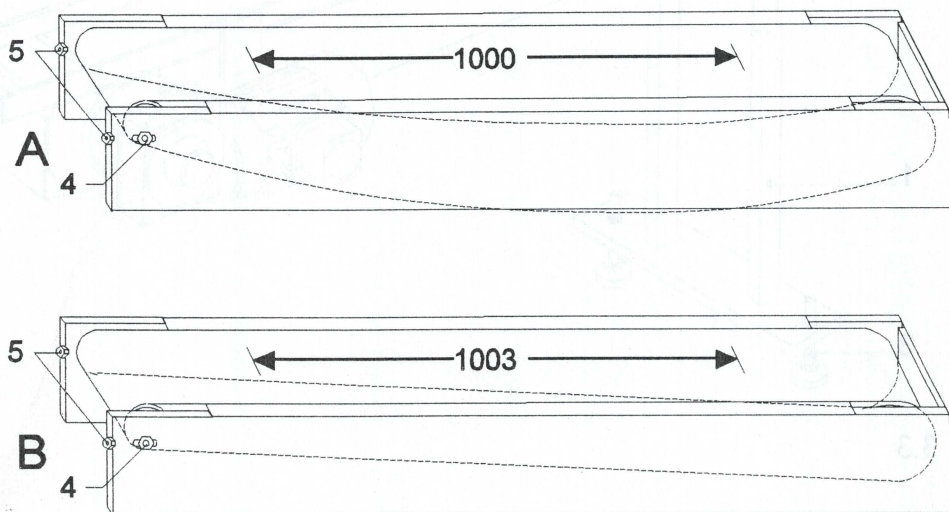

FIG.: 3.4
1. dévisser les deux écrous de la poulie tendeur [4, FIG.: 3.4].